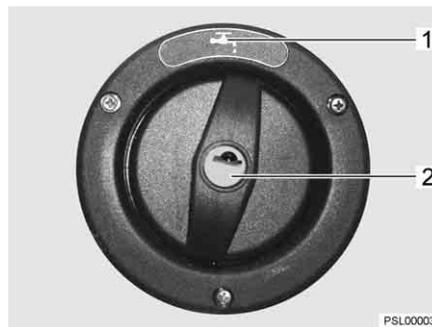

Fig. 35 Coperchio per bocchettone di riempimento dell'acqua potabile
▷ Il bocchettone di riempimento dell'acqua potabile è contrassegnato dal simbolo "H2O" (Fig. 35,1).
**Apertura:** ■ Inserire la chiave nel cilindro della serratura (Fig. 35,2) e ruotare in senso antiorario.